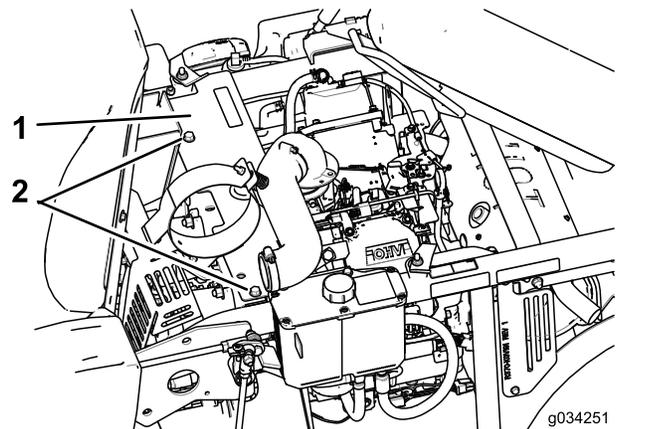

Рисунок 32
7. Смажьте рычаг натяжного ролика ремня насоса (**Рисунок 32**).